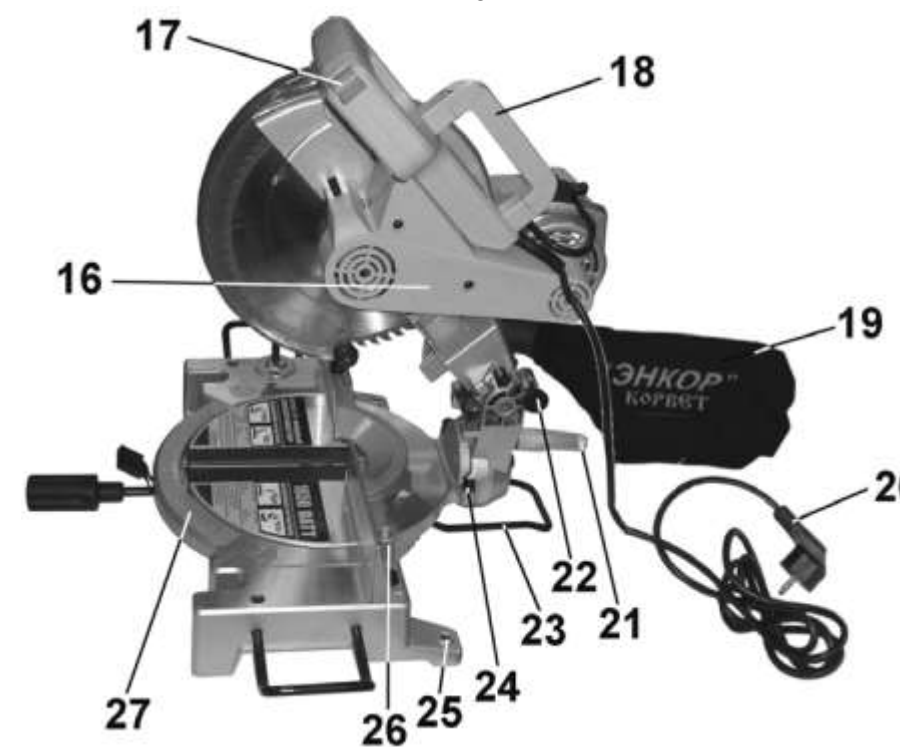

Рис.3
8.1.1. Надавите на рукоятку пилы (7) вниз и отведите штифт блокировки пилы (22), Рис.3. Придерживая рукоятку пилы (7), переместите её в верхнее положение.